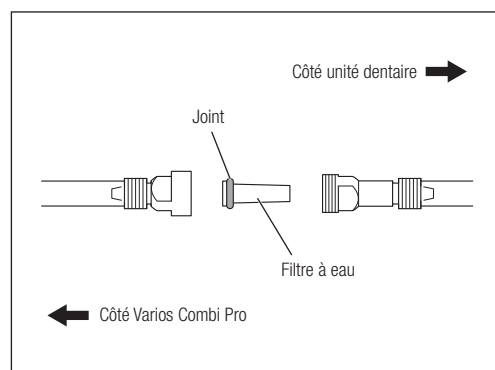

Fig. 57
- 5) Placez le nouveau filtre à eau avec le joint du côté du Varios Combi Pro et réinstallez-le en suivant à rebours la procédure de démontage (Fig. 57).